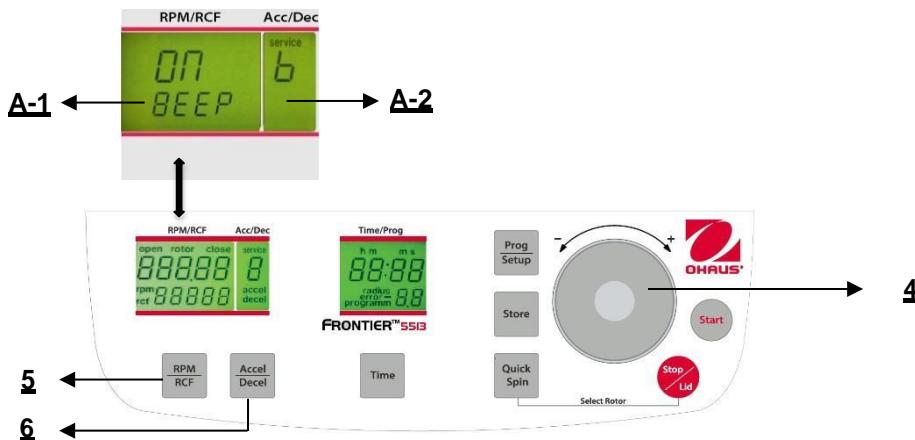

Figure. 30
Poursuivre conformément à la description du paragraphe 4.1.2 pour entrer dans ce mode de programme et appuyer ensuite sur la touche "Accel/Decel" (6). Sur l'affichage "Acc/Dec" (A-2), le mot "Service" clignote. Sélectionner maintenant la lettre "B" avec le cadran de réglage (4). Ceci entraîne l'apparition des mots "ON/BEEP" sur l'affichage "RPM/RCF" (A-1). Après avoir appuyé sur la touche "RPM/RCF" (5), l'utilisateur peut mettre le son du clavier sur Marche ou sur Arrêt avec le cadran de réglage (4). (voir la figure 30).